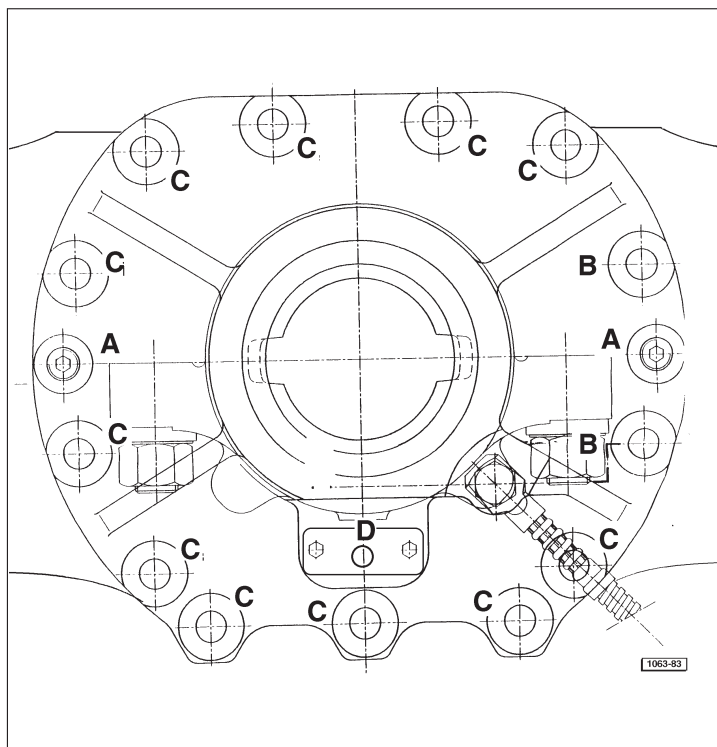

Fig. 6 - Montage du différentiel.
- Monter les deux goujons filetés **A** réf. 2.1699.434.0 au freinfilet Loctite 272, (Fig. 6).
- Monter les 2 vis **B** réf. 2.0113.413.2 au freinfilet Loctite 270, (Fig. 6).